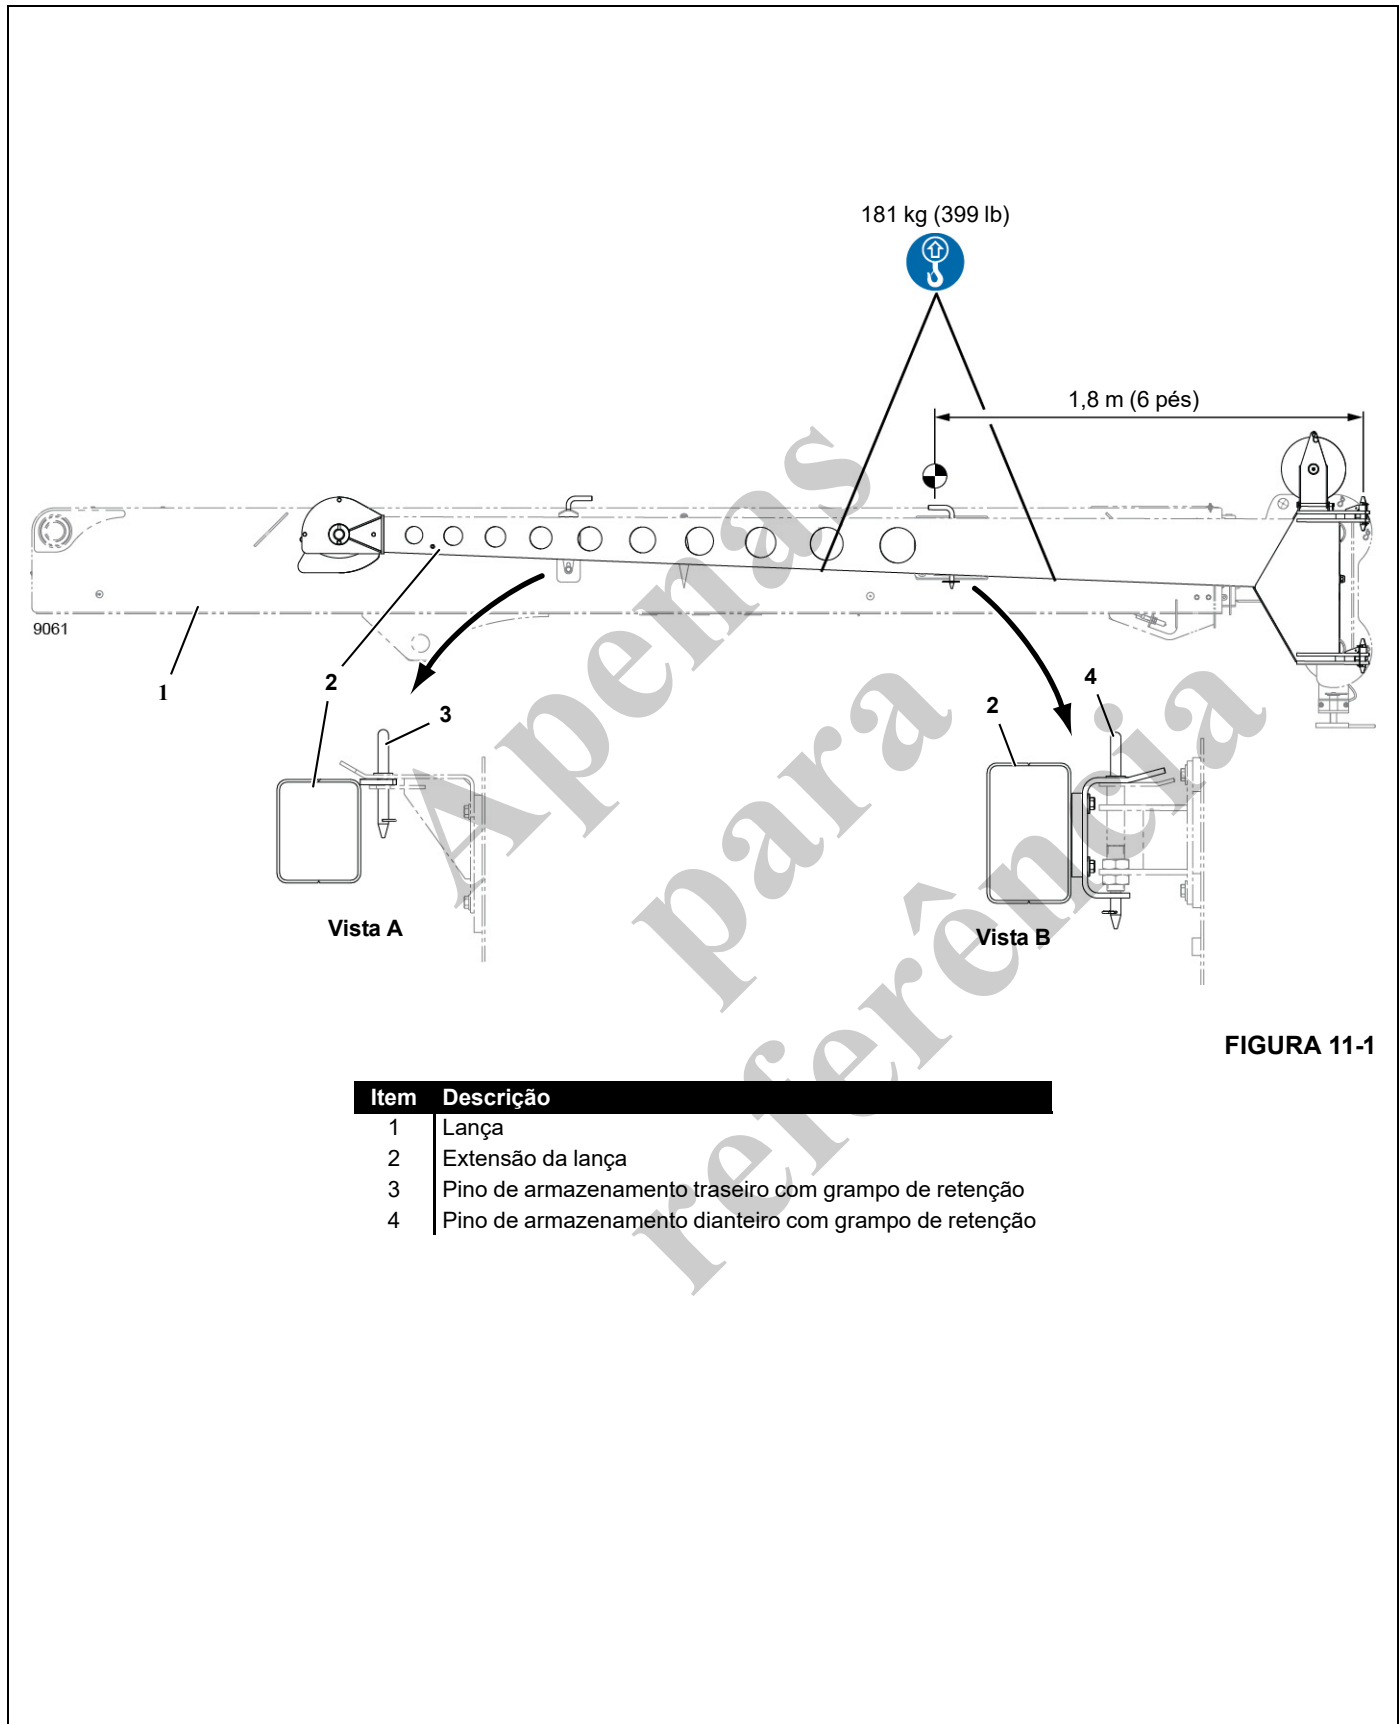

FIGURA 11-1
As instruções a seguir consideram que a extensão da lança esteja na posição armazenada no lado direito da lança (Figura 11-1).
- Um guindaste auxiliar ou ponte rolante capaz de suportar a carga especificada na Figura 11-1
1. Se ainda não tiver feito isso, armazene a extensão da lança (2). Consulte as instruções na Seção 5 do Manual do operador do CD15.
2. Abaixe a lança (1) até a posição horizontal.
5. Instale as lingas de elevação ao redor da extensão da lança (2) e conecte-as ao gancho do guindaste auxiliar. O centro de gravidade está localizado na dimensão dada na Figura 11-1.
1. Abaixe a lança (1) até a posição horizontal.
4. Instale as lingas de elevação ao redor da extensão da lança (2) e conecte-as ao gancho do guindaste auxiliar. O centro de gravidade está localizado na dimensão dada na Figura 11-1.
8. Etiquete as mangueiras hidráulicas (2, Vista A) para instalação correta e desconecte-as das conexões (3).
11. Calce com segurança o cilindro de elevação da lança (5, Vista D) para que não caia quando o pino da extremidade da haste (7) for removido.
12. Instale as lingas de elevação ao redor da lança (1) e conecte-as ao gancho do guindaste auxiliar. O centro de gravidade está localizado na dimensão (D1 ou D2) dada na Figura 11-1.
14. Remova o pino de retenção (6, Vista D) e o pino da extremidade da haste (7). Use um saca-pino de latão para martelar e remover o eixo.
15. Remova o parafuso de retenção (8, Vista B) e o pino-pivô da lança (9). Use um saca-pino de latão para martelar e remover o eixo.
1. Instale as lingas de elevação ao redor da lança (1) e conecte-as ao gancho do guindaste auxiliar. O centro de gravidade está localizado na dimensão (D1 ou D2) dada na Figura 11-1.
4. Instale o pino-pivô da lança (9, Vista B) e fixe-o com o parafuso de retenção (8), a arruela lisa e a porca.
5. Instale o pino da extremidade da haste (7, Vista D) e fixe-o com o pino de retenção (6), a arruela lisa e o parafuso.
9. Conecte e aperte corretamente as mangueiras hidráulicas (2, Vista A) nas conexões hidráulicas (3).